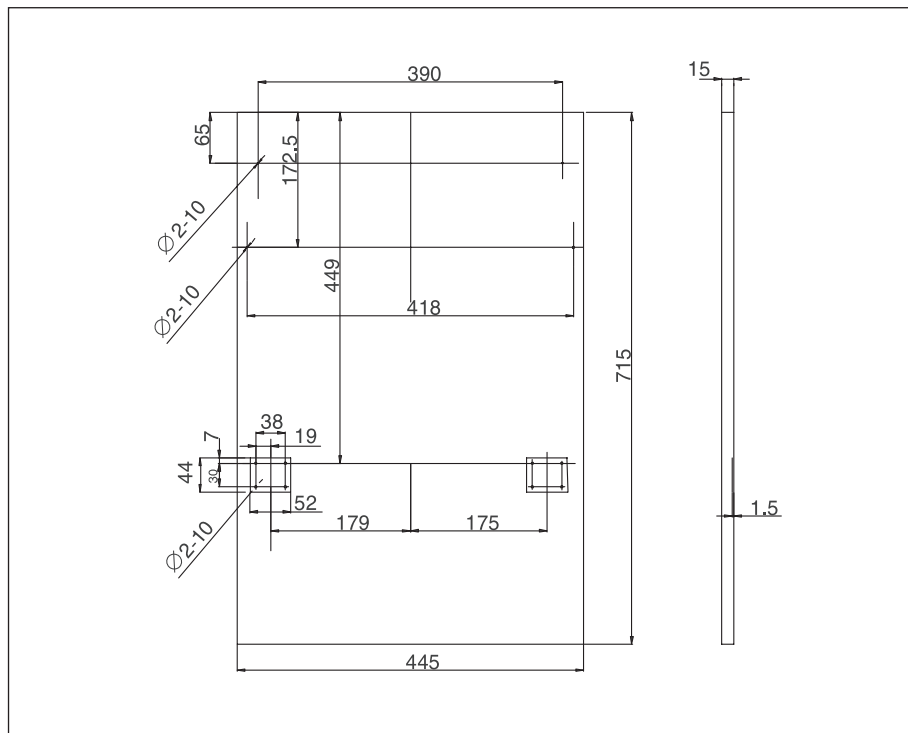

Рис. 3. Размеры для монтажа декоративной деревянной панели (мм).
1. Декоративная деревянная панель монтируется, как показано на рис. 3.